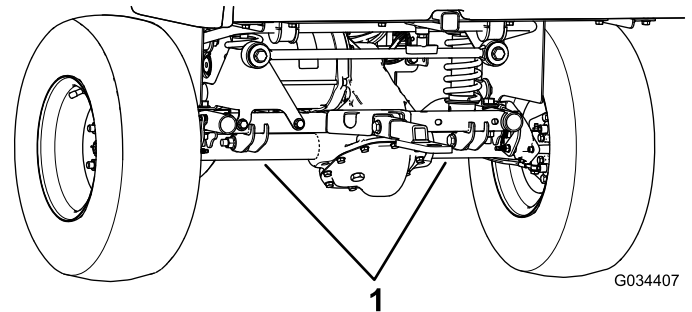

Figura 25
- Il punto di sollevamento nella parte posteriore della macchina si trova sotto i tubi dell'assale (Figura 25).